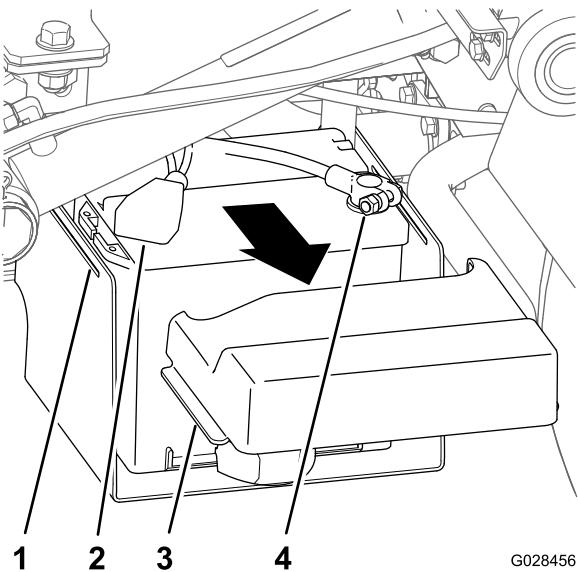

Figure 15
1. Appuyez de chaque côté du couvercle de la batterie pour dégager les languettes des fentes dans la base de la batterie, et déposez le couvercle de la base (Figure 15).
2. Repoussez le capuchon et débranchez la borne négative de la batterie (Figure 15).
4. Débranchez la cosse positive de la batterie (Figure 15).